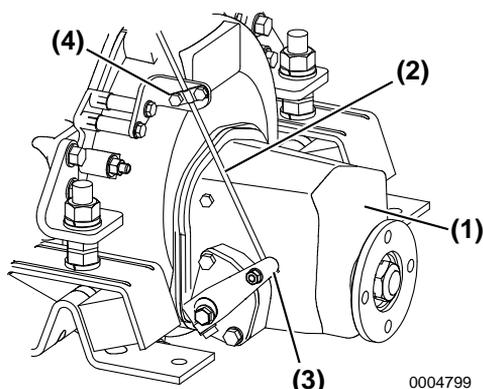

Figure 5
1. Vérifiez que le levier de commande (**Figure 5, (3)**) se déplace vers la position correcte lorsque la manette de commande à distance se trouve aux positions NEUTRAL, FORWARD et REVERSE.
2. Utilisez la position NEUTRAL comme repère pour l'ajustement. En cas d'écart, desserrez le support (**Figure 5, (4)**) pour le câble de commande à distance situé sur le côté embrayage, puis ajustez.